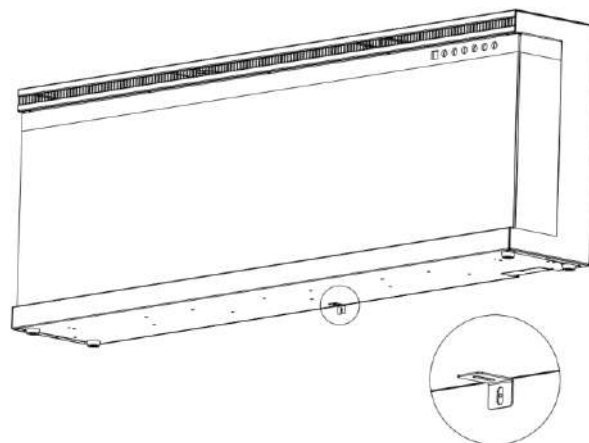

Fig 1-2
**B.** Utilice este tornillo para montar el soporte en forma de „L” (J) en el fondo de la chimenea. (Fig. 1-2)